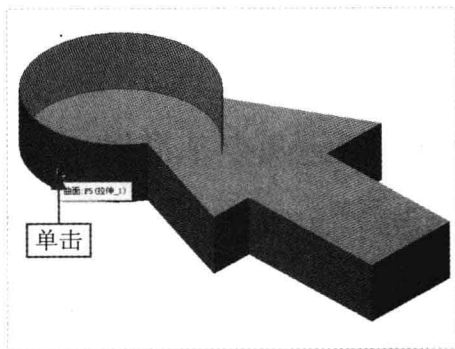

图 4-23 单击鼠标左键
Step 02 在“功能区”选项板的“模型”选项卡中,单击“基准”面板中的“轴”按钮,弹出“基准轴”对话框,在绘图区模型的圆弧面上单击鼠标左键,如图4-23所示。